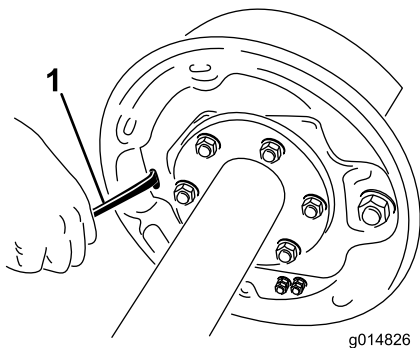

Figura 63
4. Con un cacciavite ruotate la ruota a stella del gruppo di regolazione per allargare le ganasce (Figura 63).